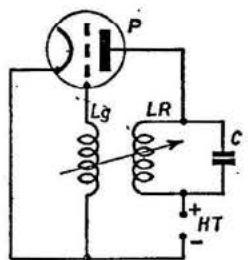

Fig. 4. — Montage oscillateur classique à circuit accordé dans l'anode.
Ainsi, si nous prenons comme exemple le circuit classique de la figure 4, sa fréquence d'oscillation sera (à la limite d'entretien)
Ce couplage doit avoir une certaine valeur et un sens convenable. Ainsi, si nous considérons le montage oscillateur de la figure 4, il faut d'abord que l'enroulement L_g soit bobiné en sens contraire de la bobine L (2). Ensuite, pour un couplage faible entre ces deux bobines, il n'y a pas entretien des oscillations; mais si l'on couple L_g et L davantage, le circuit L-C engendrera des oscillations entretenues. On dit alors que l'oscillateur « accroche », et c'est à ce degré de couplage que correspond ce qu'on appelle la limite d'entretien des oscillations.
S'il s'agit d'un oscillateur pilote travaillant sur une ou plusieurs longueurs d'onde fixes, cela n'offrira pas trop de difficultés. Dans le cas du montage classique (fig. 4), il suffira d'agir sur le couplage L_g-L , en réglant la distance entre ces